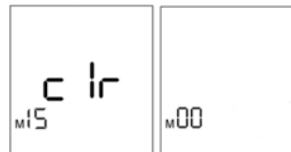

Fig. 11: Borrado de valores registrados
2. Espere hasta que en la pantalla se muestre [c Ir] de forma intermitente (Fig. 11).
- ⇒ Se escuchará un aviso acústico y en la pantalla se mostrará [c Ir] de forma continua (Fig. 11).
- ⇒ La señal acústica sonará tres veces y en la pantalla se mostrará [M00] (Fig. 11).